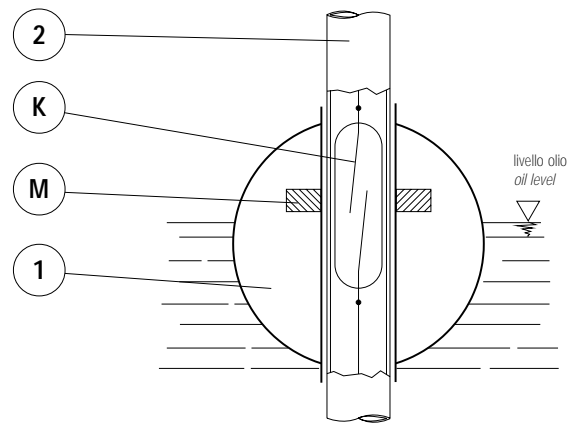

fig. 2
Con il variare del livello dell'olio all'interno del separatore, il galleggiante a tenuta stagna (1) sale o scende lungo il tubo guida (2) all'interno del quale è inserito il contatto elettrico (K) racchiuso in un ambiente riempito con gas protettivo (fig. 2). All'interno del galleggiante, e solidale con esso, è posto un magnete che segue lo spostamento del galleggiante stesso lungo il tubo guida.
When the oil level inside the separator changes, the retaining type float (1) slides up or down on the guide pipe (2) with an electric contact inside (2) sealed into a container with protective gas charge (see fig. 2).